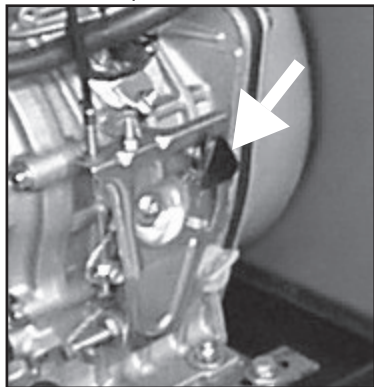

Fig. 7
2) Versión P3500 – P4500 – P6000 – WP180 (Motor YANMAR): Llevar el mando del acelerador, situado sobre el motor (ver fig. 7), a la posición alta; esperar a que el motor se apague por completo; devolver la llave a la posición "OFF".